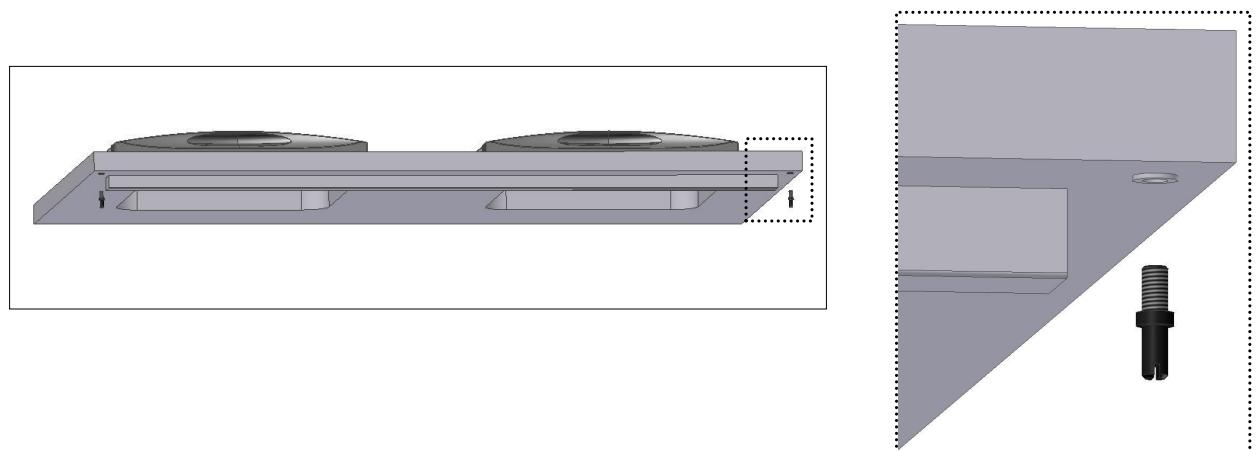

Fig. 6
- Colocar **pernos superiores** no tampo (Fig. 6);